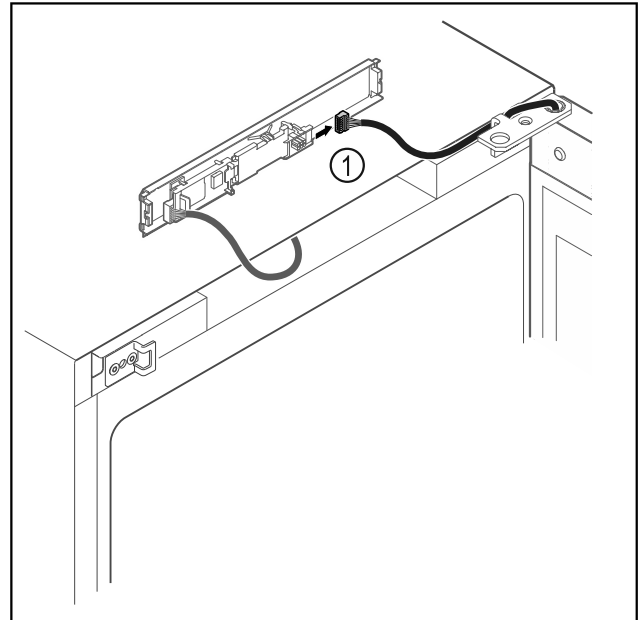

Fig. 20
- ▶ Irrota pistoke Fig. 20 (1) levystä.